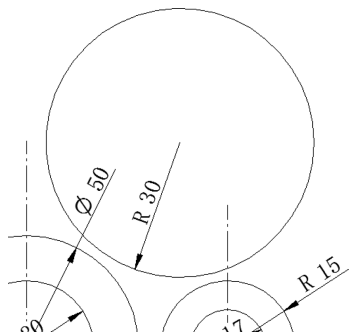

图 6-31 标注尺寸
(22) 单击【绘制草图】选项卡【尺寸】区域下的 R 【智能尺寸】按钮，标注刚才放置圆的尺寸，并单击上方菜单栏的 R 【半径】选项，放置在合适位置，如图 6-31 所示。